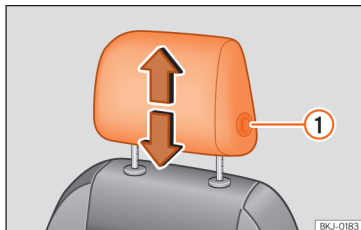
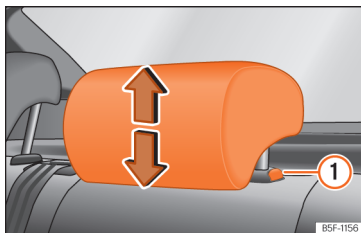

Fig. 63 Banco dianteiro: regulação do encosto de cabeça.
Fig. 64 Encosto de cabeça traseiro: ajuste do encosto de cabeça.
- Agarre o encosto de cabeça com ambas as mãos pelos lados e empurre para cima até o encaixar na posição desejada. Para baixá-lo, proceda da mesma forma, pressionando o botão lateral ① » » Fig. 63 , » » Fig. 64.